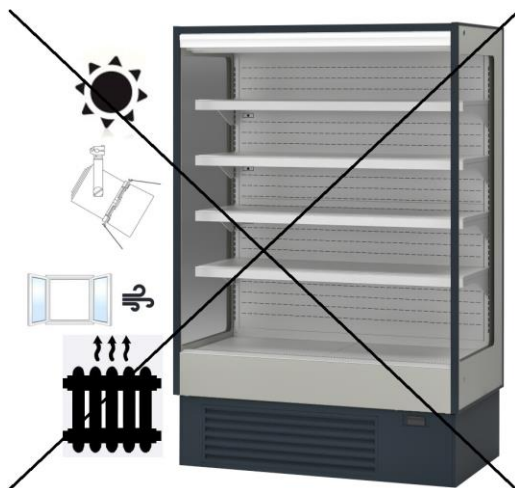

Abb. 2.2.1
- Das Kühlmöbel fern von Hitzequellen, Sonneneinstrahlung, Lichtbündeln usw. aufstellen. (Abb. 2.2.1)